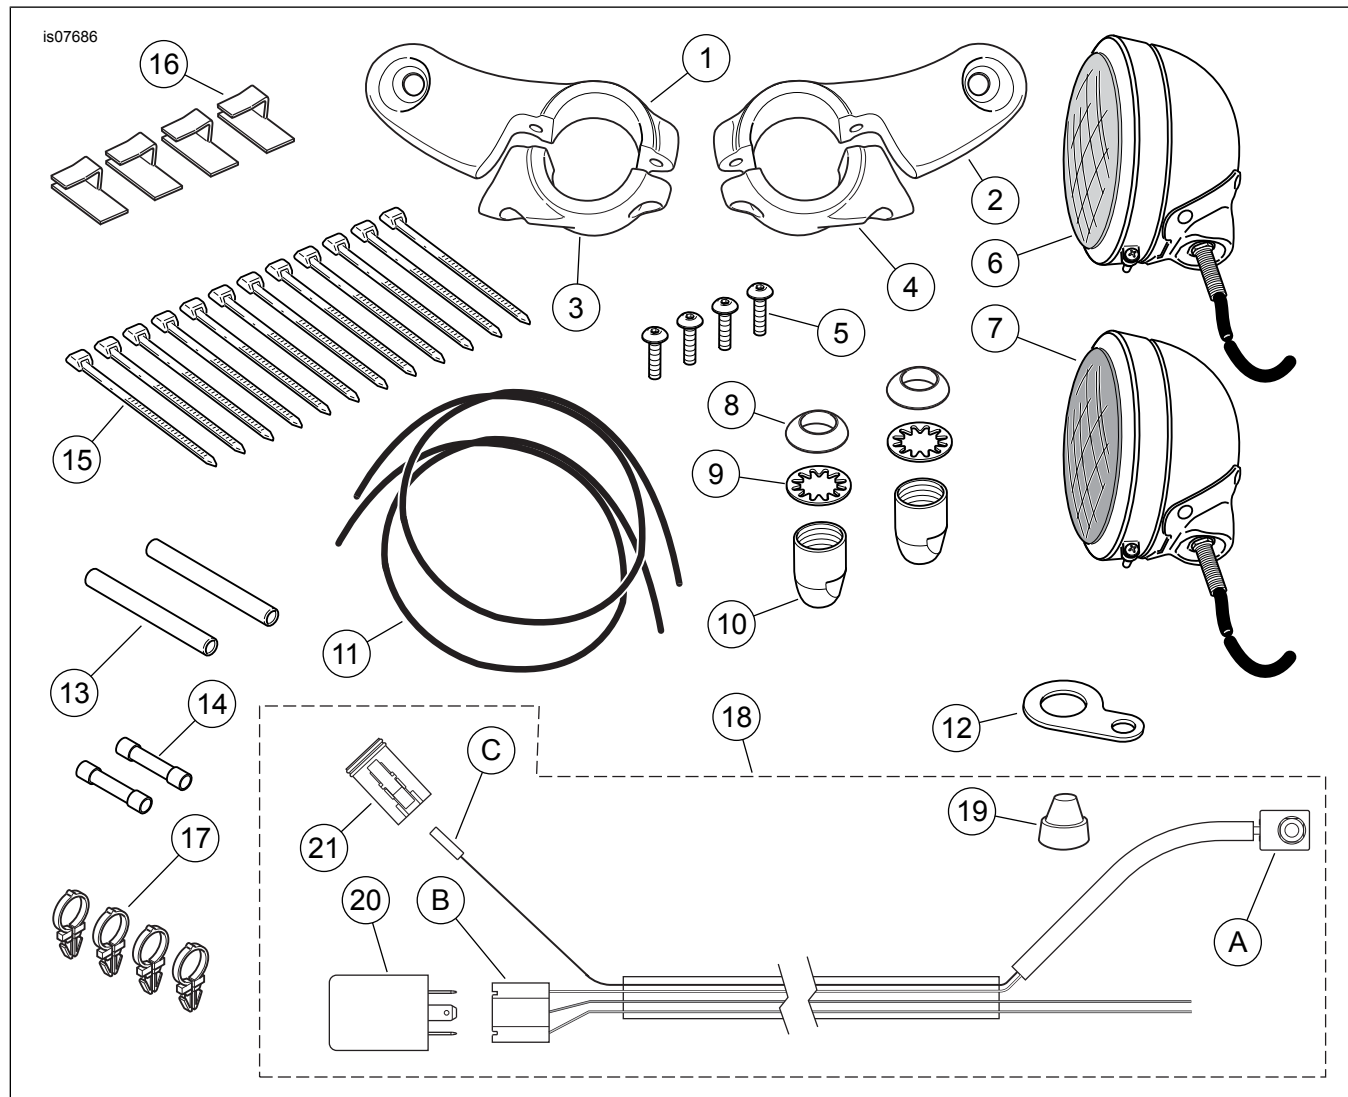

Figure 5. Pièces de rechange, kit de feu d'urgence de police
Voir Figure 5 et Tableau 1.
5. Voir Figure 5. Installer le faisceau de fils (18). Placer le clignoteur (20) dans l'ouverture sous le réservoir de carburant et acheminer le branchement long du faisceau le long du tube central du cadre à l'intérieur du boîtier de fils en plastique.
11. Attacher le branchement de commutateur de feu du faisceau au guidon en utilisant les **nouvelles** retenues de faisceau de fils (Figure 5, élément 17) selon les besoins. Mettre en place d'un coup sec les retenues dans les trous du guidon.
18. Glisser le tube thermorétractable (1) loin de l'épissure. Utiliser le dispositif à chaleur radiante pour chauffer les connecteurs bout à bout scellés qui ont été sertis (3). Chauffer du centre du sertissage vers chaque extrémité jusqu'à ce que le produit d'étanchéité fondant déborde aux deux extrémités du connecteur. Laisser refroidir le connecteur.
19. Glisser le tube thermorétractable (1) sur l'épissure. Utiliser le dispositif à chaleur radiante pour chauffer le tube thermorétractable afin d'envelopper la connexion d'épissure scellée. Chauffer à partir du centre du sertissage vers chaque extrémité.
20. Voir Figure 5. Attacher les fils au support de direction de fourche inférieur en utilisant les attaches à support adhésif (16) du kit.